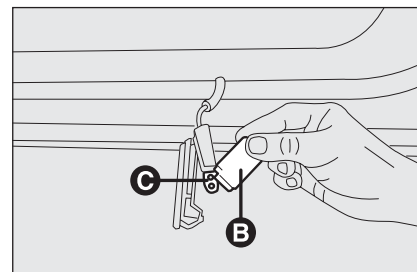

Рис. 36
- сожмите кожух лампы **B** (рис. 36) с боков, чтобы освободить фиксирующие штифты, и поверните крышку;
- замените лампу **C** (рис. 36), защемив ее в патроне;